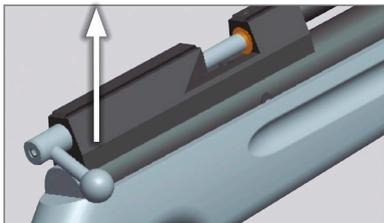

Fig. 7.
- En primer lugar, compruebe que el cerrojo de la carabina se encuentra en la misma posición que la indicada en la fig.7.
- Gire el cerrojo hacia arriba siguiendo la dirección indicada en la fig.7.